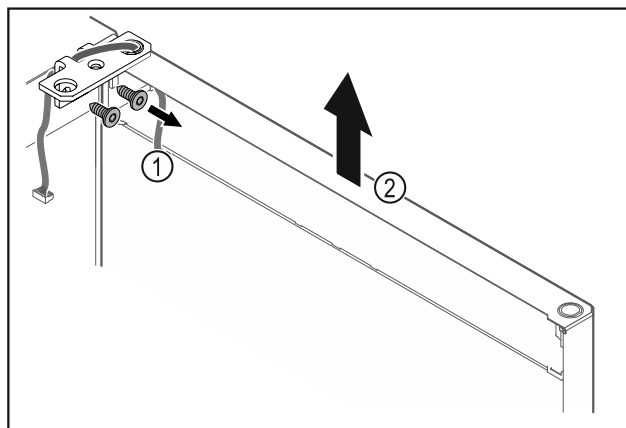

Fig. 24
- Отвинтите шарнирные уголки Fig. 24 (1).
- Дверь вместе с шарнирными уголками поднимите строго вертикально вверх Fig. 24 (2) приблизительно на 200 мм и снимите.